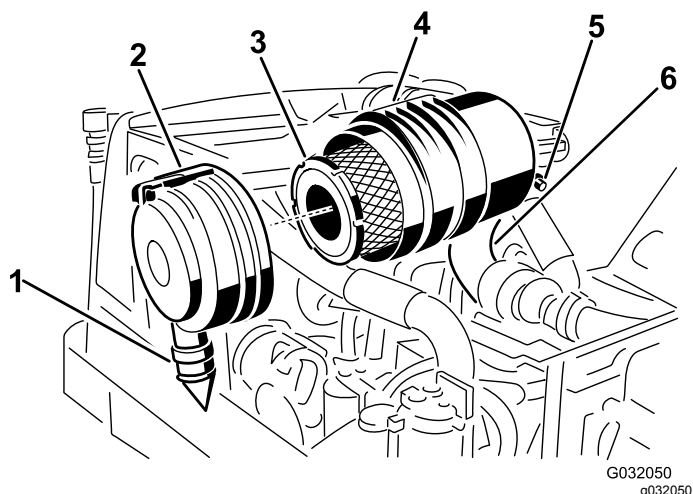

Figura 44
2. Retire o filtro principal (Figura 44).
entre cerca das 5h00 a 7h00 quando vista da extremidade, e prenda o trinco (Figura 44).
3. Substitua o filtro principal (Figura 44).